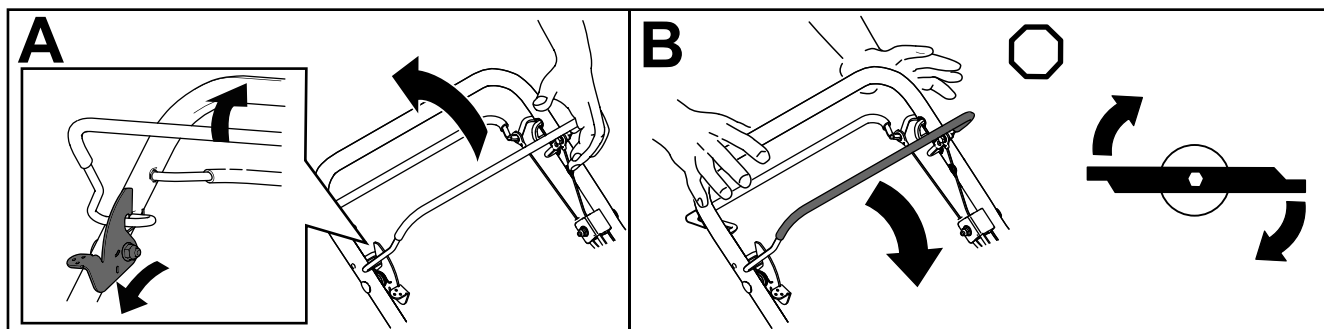

Figure 18
1. Poussez en avant et maintenez le levier de blocage de la commande des lames pour relâcher la barre de commande des lames (A de Figure 18).
commande des lames; la lame doit s'engager (A de Figure 18).
3. Relâchez la barre de commande des lames pour désengager les lames (B de Figure 18). Le levier de blocage de la commande des lames se réinitialise pour bloquer la barre de commande des lames.